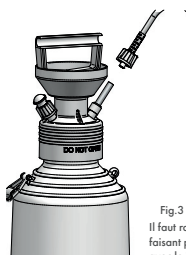

Fig.3
Il faut raccorder le tuyau d'aspiration, faisant partie de l'ensemble (fig. 3/ pos. 1), avec le joint de flexible (fig. 3/ pos. 2).